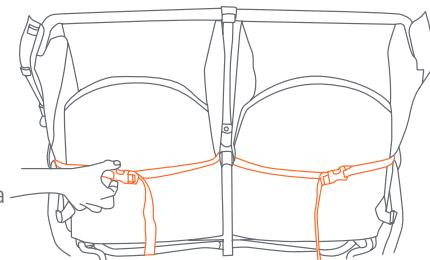
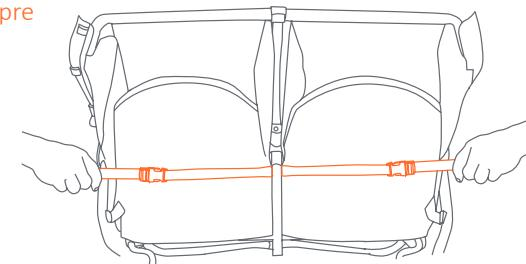

Fig. 9a
Fig. 9b
- 9) • **Para reclinar el asiento:** suelte la correa por la hebilla y ajústela hasta lograr la posición de reclinación necesaria (Fig. 9a). Para colocar el respaldo en una posición más erguida, empújelo hacia arriba con una mano mientras tira de la correa por la hebilla con la otra (Fig. 9b).